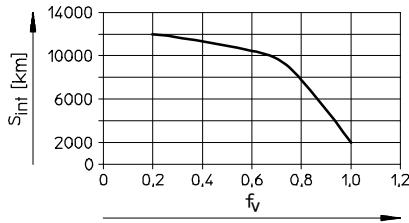

Fig. 12
- 如出现下述情况，请将润滑间隔时间 S_{int} (\rightarrow Fig. 12) 减半：
| 润滑时间间隔 | (→ Fig. 12) | | 需要时 ¹⁾ | |
- 请您借助综合负载公式计算负载负载比系数 f_v (→ 12 技术参数)，并确定润滑时间间隔 S_{int} (→ Fig. 12)。
- 请您借助综合负载公式计算负载负载比系数 f_v (→ 章节 12 “技术参数”)，并确定润滑时间间隔 S_{int} (→ Fig. 12)。
- 为滚动导轨两侧的所有润滑孔 ⑬ 加注润滑脂。